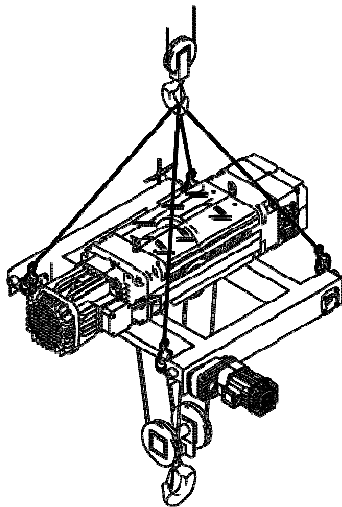

Abb. 178
- Befestigen Sie ein viersträngiges Hebezeug mit Hilfe einer je nach Masse und Arbeitshöhe entsprechend ausgewählten Hebevorrichtung an den Anschlagpunkten der Katze (Abb. 178).